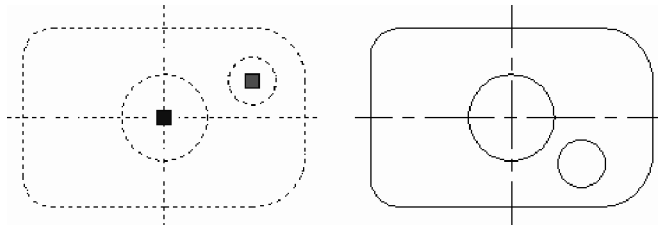

Fig. 6.102 Modificarea blocului **Part_2-dyn**
6. Se selectează blocul. Apare simbolul specific acțiunii definite anterior – **Move**. Acționând cu mouse-ul asupra acestuia, se obține modificarea dorită – Fig. 6.102.